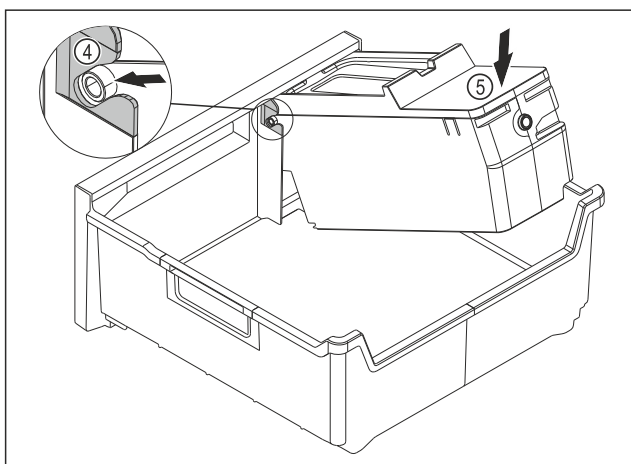

Fig. 91
- ▶ Izvadite tijelo sustava EasyTwist-Ice: Umetnite osovine tijela sustava EasyTwist-Ice u vodilice Fig. 91 (4).
- ▶ Pritisnite tijelo sustava EasyTwist-Ice Fig. 91 (5) otraga prema dolje.